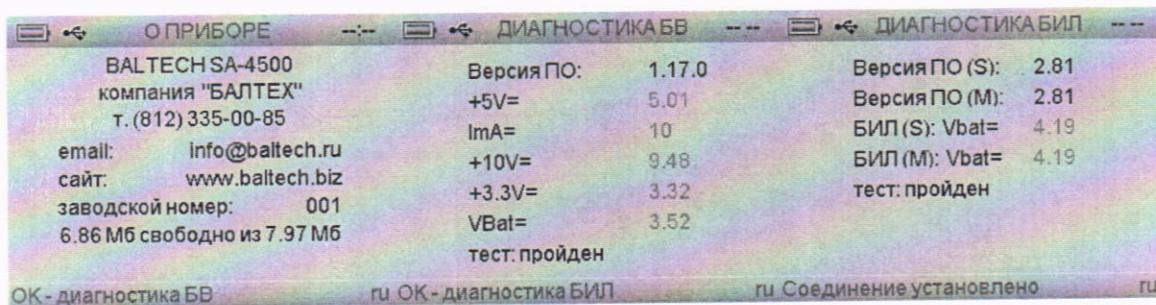

Рисунок 1 – Окна «О ПРИБОРЕ», «ДИАГНОСТИКА БВ» и «ДИАГНОСТИКА БИЛ»
8.2.2 При работе с выносным беспроводным вычислительным блоком системы BALTECH SA-4500 включить его и перейти в меню «Общие настройки». Выбрать пункт меню «О ПРИБОРЕ» и далее, нажимая последовательно кнопку «ввод», наблюдать на экране самодиагностику выносного беспроводного вычислительного блока и подключенных к нему блоков измерительных лазерных (см. рисунок 1).
Выбрать пункт меню «Общие настройки» - «О ПРИБОРЕ» и далее, нажимая последовательно кнопку «ввод», наблюдать на экране самодиагностику выносного беспроводного вычислительного блока и подключенных к нему блоков измерительных лазерных (см. рисунок 1).